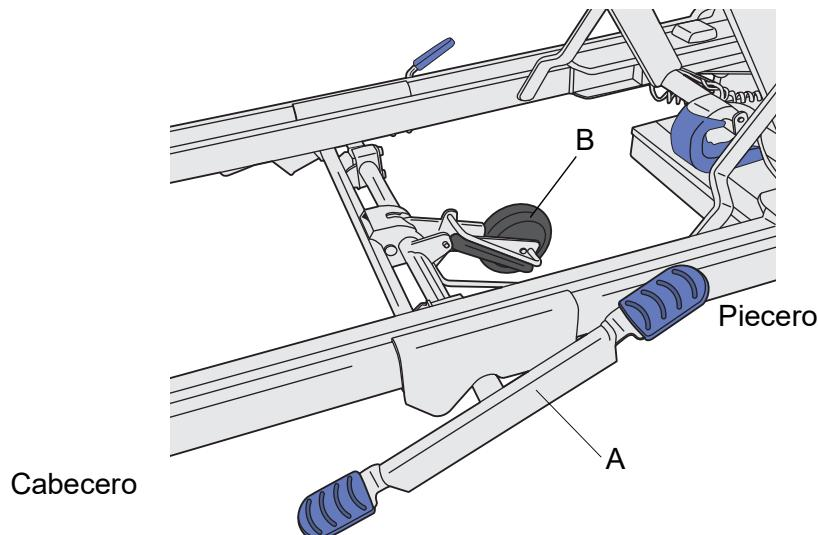

Fig. 5 - Pedal de activación de la quinta rueda
1. Pise el pedal de activación de la quinta rueda (A) por el lado del cabecero. (**Véase la fig. 5**)
1. Pise el pedal de activación de la quinta rueda (A) más cercano al piecero. (**Véase la fig. 5**)
2. Compruebe que la quinta rueda (B) se eleva del suelo.